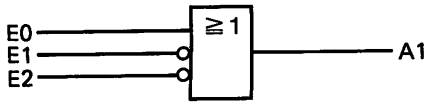

Bild F6.1
- a) Das Schaltzeichen gibt Bild F6.1 wieder, die Schaltfunktion lautet: